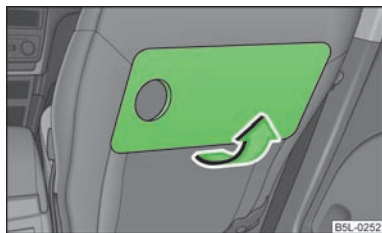

Fig. 79
- Poner la mesa en posición horizontal tirando en la dirección indicada por la flecha » fig. 79.